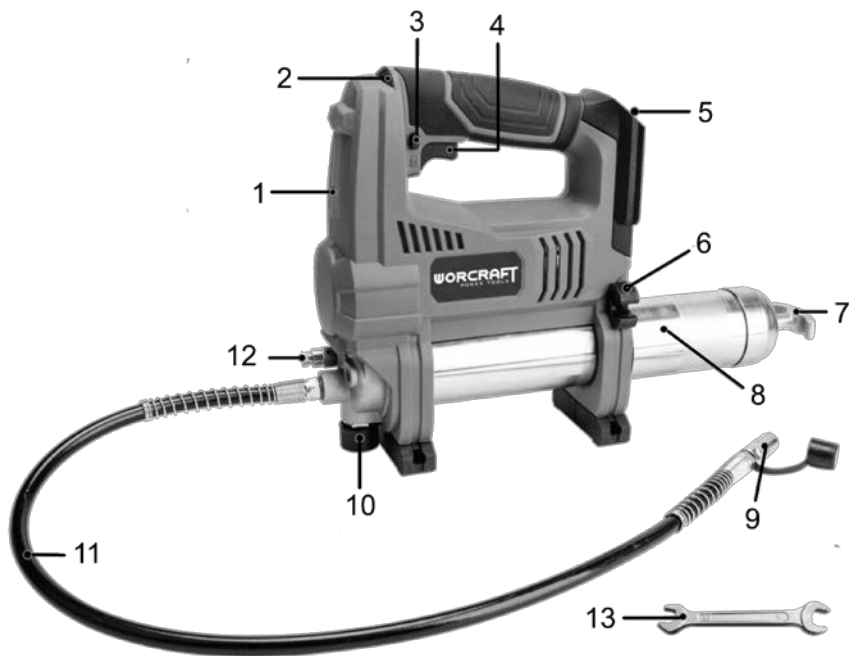

Рисунок 1
- прикрутіть гнучкий масляний шланг (11, рисунок 1) до відповідного різьбового отвору у виробі (дивіться рисунок 2);
- перевірте корпус резервуара для мастила (8, рисунок 1) проти годинникової стрілки та витягніть його з виробу (дивіться рисунок 3);
- повністю (до упору) витягніть рукоятку штовхальної штанги поршня (7, рисунок 1) резервуара для мастила і зафіксуйте її в цьому положенні, встановивши в паз (дивіться рисунок 4);
- випустіть зайве повітря з резервуара для мастила. Повільно послабте клапан (12, рисунок 1), щоб повітря виходило з нього (дивіться рисунок 7). Якщо з клапана почало видавлюватися мастило, значить повітря видалено і можна затягнути кришку повітряного клапана.
- відрегулюйте потрібну швидкість нагнітання мастила за допомогою колеса регулятора (2, рисунок 1);
- приєднайте змащувальний штуцер (9, рисунок 1) до перехідника фітинга вузла, який змащується. Міцно утримуйте виріб за рукоятку.
- для запобігання випадковому натисканню, пускова клавіша (4, рисунок 1) обладнана кнопкою блокування (3, рисунок 1). Для увімкнення виробу натисніть кнопку блокування з правого боку рукоятки а потім натисніть пускову клавішу для подачі мастила (дивіться рисунок 10);
- виконайте змащення потрібного вузла необхідною кількістю мастила. При натисканні на пускову клавішу вмикається світлодіод (1, рисунок 1). Світлодіод вимикається через 5 секунд після відпускання пускової клавіші.
УВАГА! Якщо внутрішній тиск у виробі перевищує певний рівень, із запобіжного клапана скидання тиску (10, рисунок 1) виходить мастило для зниження внутрішнього тиску в системі виробу.
- після використання від'єднайте акумуляторну батарею від виробу. Закрийте змащувальний штуцер шланга кришкою та прикріпіть його до кронштейна (6, рисунок 1). Очистьте вентиляційні отвори м'якою щіткою або малярським пензлем із пластиковою щетиною. Вентиляційні отвори можна очищати потоком стисненого повітря тиском не більше 0,3 МПа.